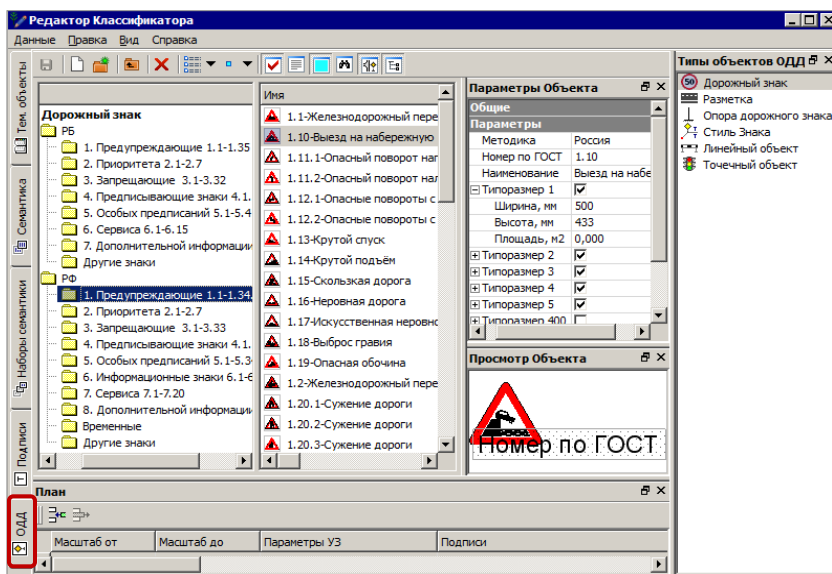

Рис. 12.1
Для разметки, дорожных знаков, ограждений и других ТСОДД разработаны специальные объекты тематического классификатора. Они размещаются в **Редакторе** на отдельной вкладке **ОДД**  (рис. 12.1).
- **Стиль** – один из объектов классификатора (ОК), добавленных в разделе  **ОДД** (рис. 12.1), который служит для ускорения ввода данных – параметров дорожного знака.